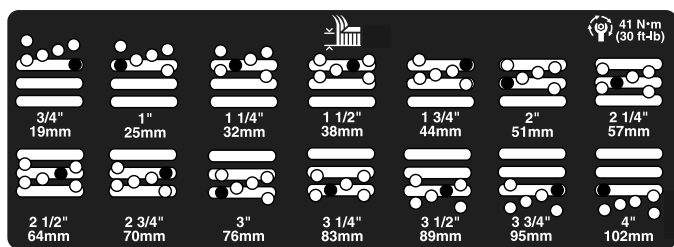

図 22
5. 希望の刈り高にチェンバを合わせ、その刈り高の穴とスロットにスペーサを通す 図 22。